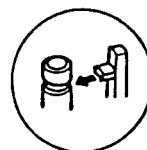

Figure 1-63.
1. Prendre des précautions afin de ne pas déformer les pièces accrochées au capuchon d'arbre de frein de ralenti, au pignon de chargement d'enroulement et au pignon de chargement de déroulement, comme indiqué sur la Figure 1-63.